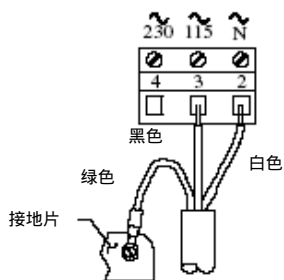

图 2-13
- 序列号前缀带“B”分析仪的机箱底部接地条（5 个开孔，图 2-13、2-14 或 2-15）